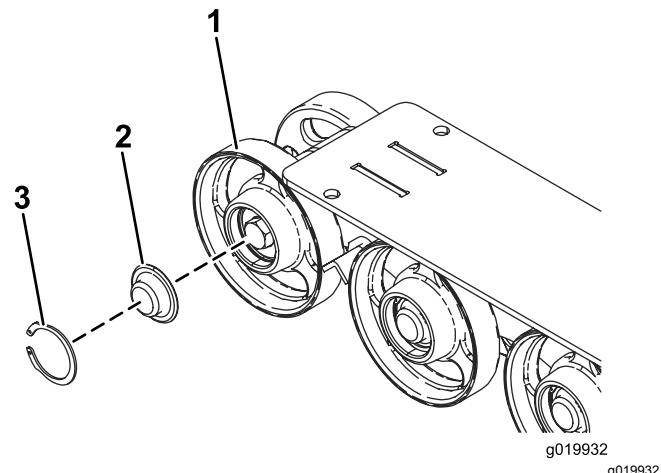

図 51
5. ロードホイールについているスナップリングとキャップを外す図 51。
6. キャップ外した部分とガスケット周囲のグリスの状態を見る図 51。グリスが劣化しているようであれば、完全にふき取り、ガスケットを交換して新しいグリスを入れる。
8. グリスを入れたキャップをボルトの頭に取り付ける 図 51。
9. キャップをスナップリングで固定する 図 51。